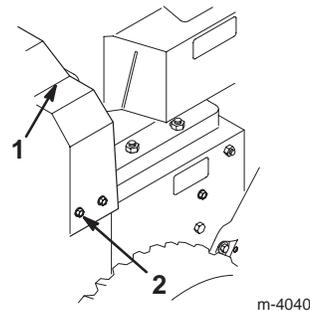

Bild 23
3. Entfernen Sie die drei Schrauben, mit denen die Riemenabdeckung befestigt ist, und legen Sie die Abdeckung zur Seite (Bild 23).